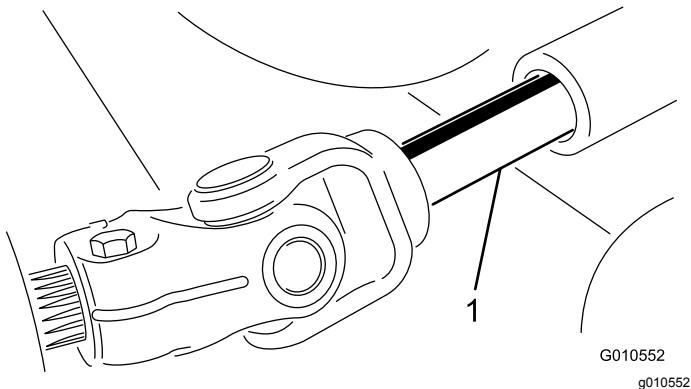

Figure 23
- Éloignez l'unité de coupe de la machine, en séparant les parties mâle et femelle de l'arbre de PDF (Figure 23).
- Insérez l'arbre de PDF mâle dans l'arbre de PDF femelle (Figure 23).